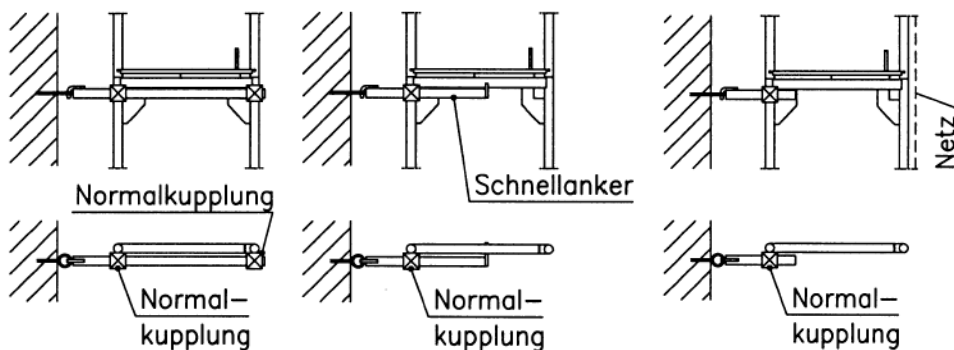

Bild 20a: Gerüsthalter **Bild 20b:** Schnellanker **Bild 20c:** Gerüsthalter
- Gerüsthalter, die unmittelbar unter den Belägen am Innen- und Außenständer mit Normalkupplungen angeschlossen werden (Bild 20a) oder